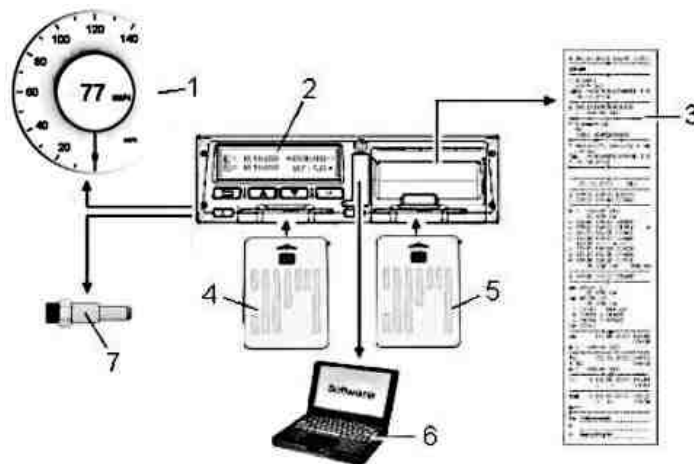

Рис. 7.2. Система учета и контроля работы водителя:
- спидометр 1 (рис. 7.2), являющийся частью комбинированного прибора. Спидометр является также прибором оперативного контроля скорости водителем;